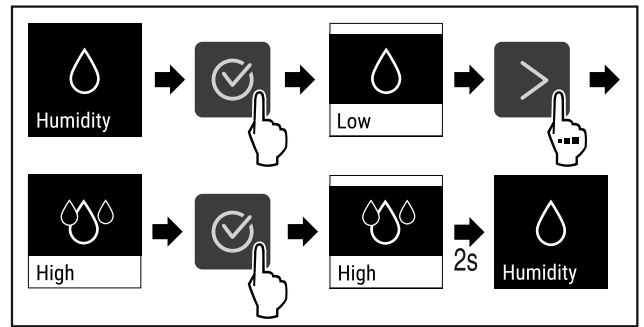

Fig. 94
- ▶ Atlikite veiksmus (žr. Fig. 94).